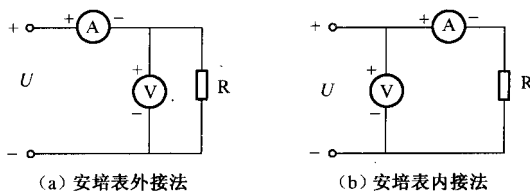

图 1-4 伏安法测电阻
(1) 原理: $R = \frac{U}{I}$ 。
(2) 安培表外接法如图 1-4 (a) 所示, 适用于被测电阻 R_x 远小于伏特表内阻的情况, 测量值比实际值小。
(3) 安培表内接法如图 1-4 (b) 所示, 适用于被测电阻 R_x 远大于安培表内阻的情况, 测量值比实际值大。